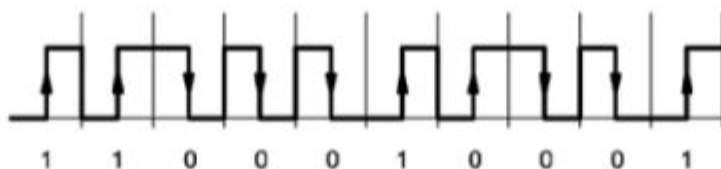

Рис. 20.1. Двухфазное кодирование
- ❑ двухфазное кодирование (Bi-phase coding). Фронт импульса — логическая "1", спад импульса — логический "0" (рис. 20.1);